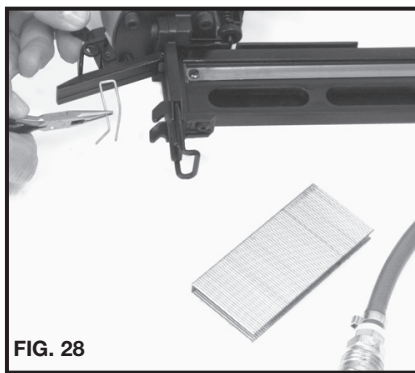

FIG. 28
3. Remova o prendedor emperrado (veja a fig. 28).